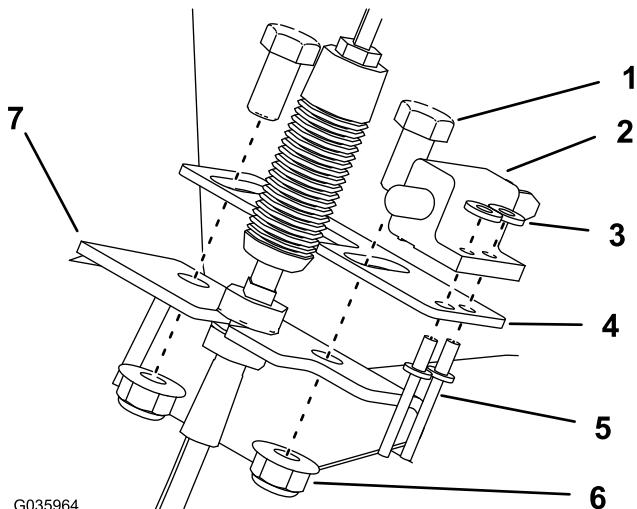

図 10
1. クラッチスイッチ用ブラケット、クラッチスイッチを取り付けるポップリベット2本と平ワッシャ 3/16 インチを使って図 10 のように取り付ける。
2. クラッチスイッチとクラッチスイッチ用ブラケットを、クラッチケーブル用ブラケットに取り付けるボルト 3/8 x 3/4 インチ 2 本とナット 3/8 インチ 2 個を使用して図 10 のように取り付ける。